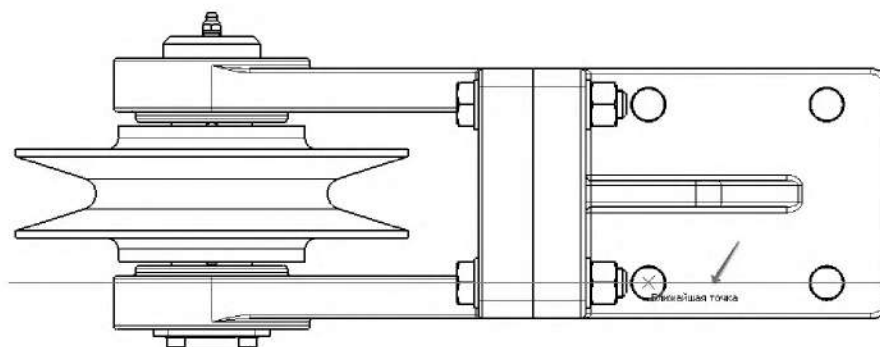

Рисунок 4.27. Выбор плоскости местного разреза
2.2.2 Постройте местный разрез . Положение секущей плоскости укажите на **виде Сверху** (рисунок 4.27).